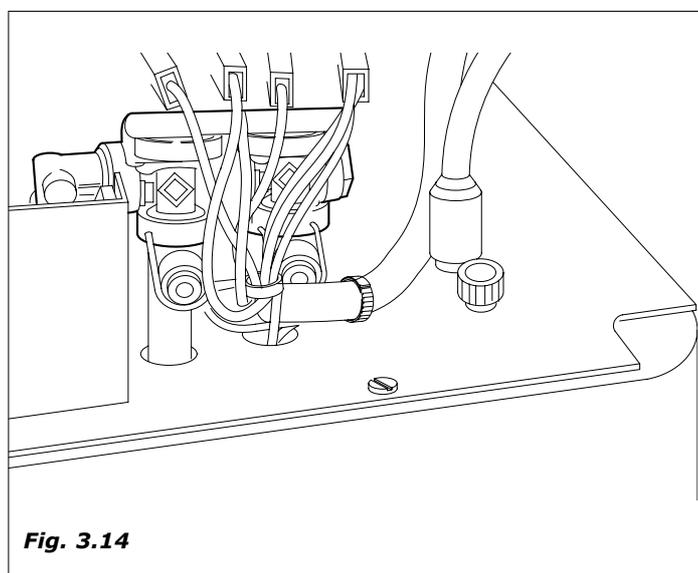

Fig. 3.14
Sólo en máquinas dotadas de grupo de frío, (F), se activa este proceso que es análogo a la preparación de la bebida de café soluble caliente; sin embargo el agua se suministra por una electroválvula situada en el grupo de frío (Fig.3.14).